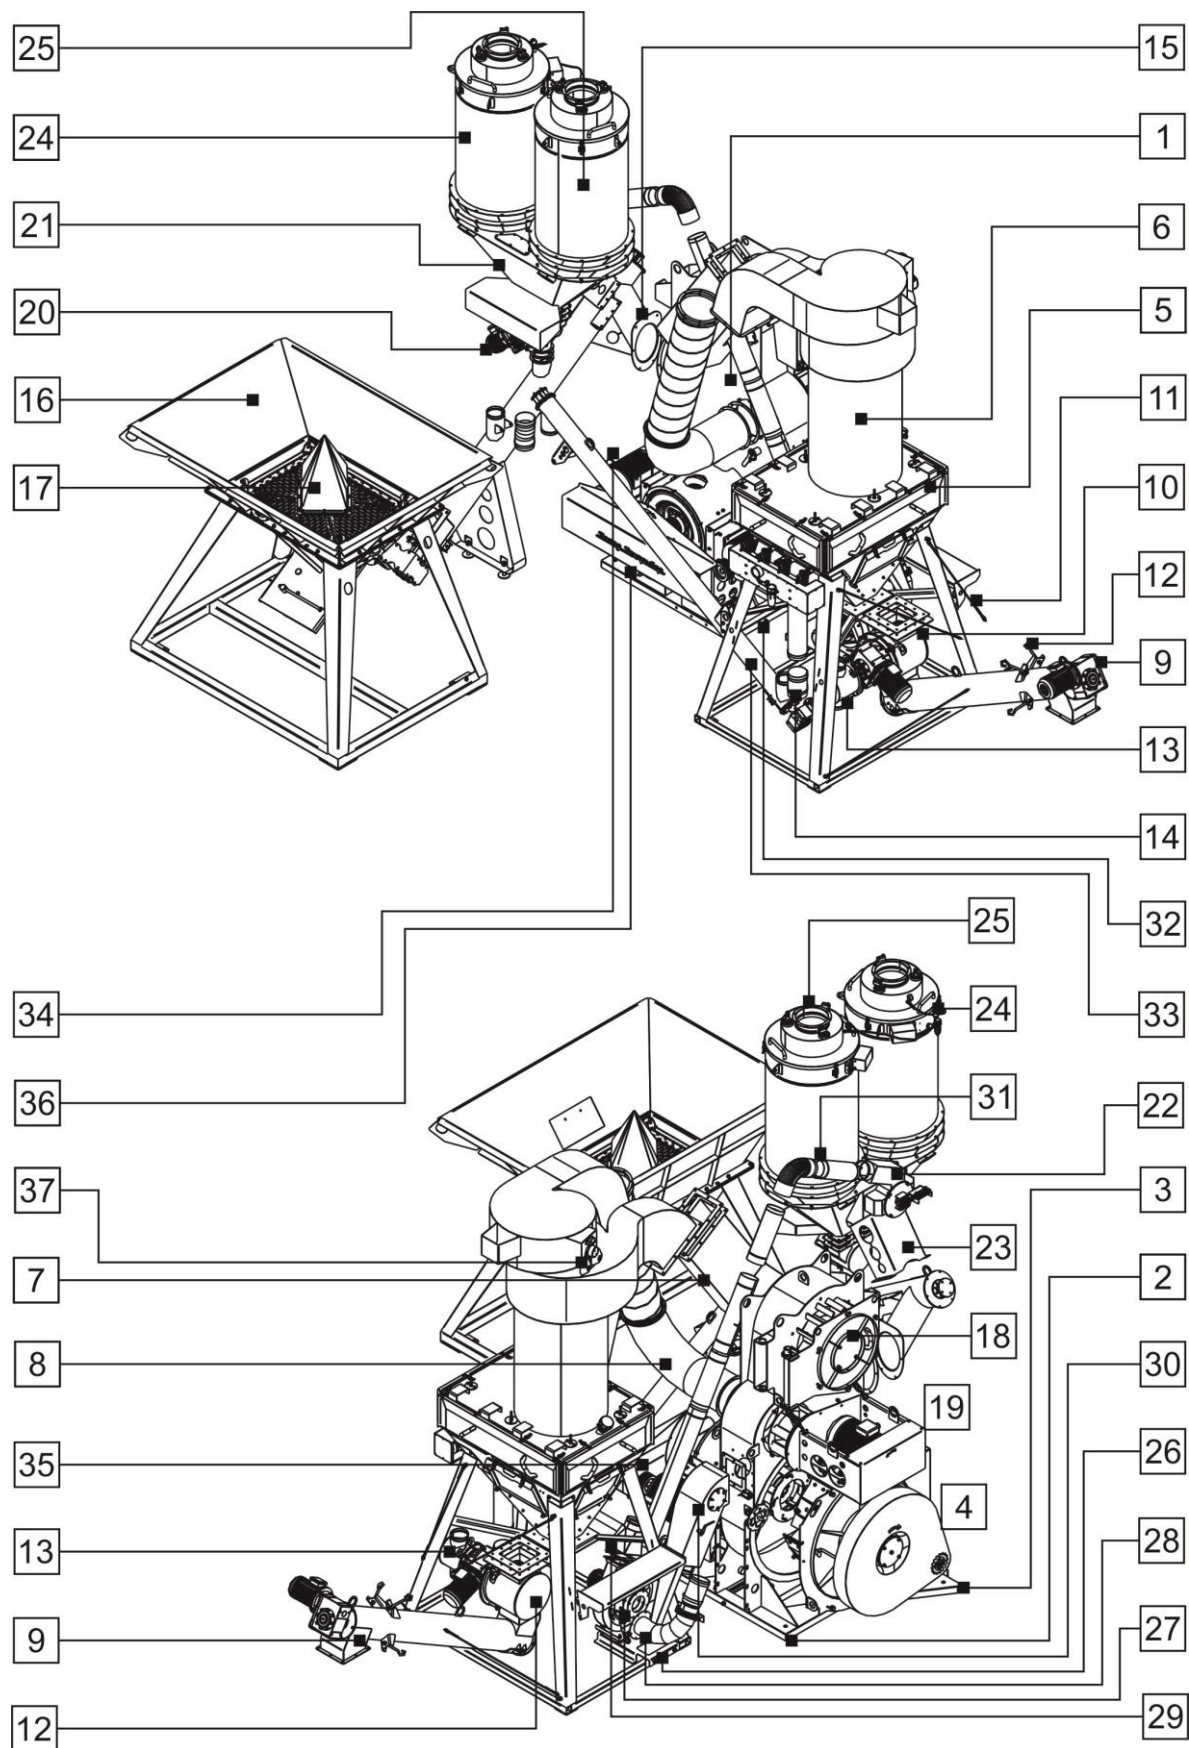
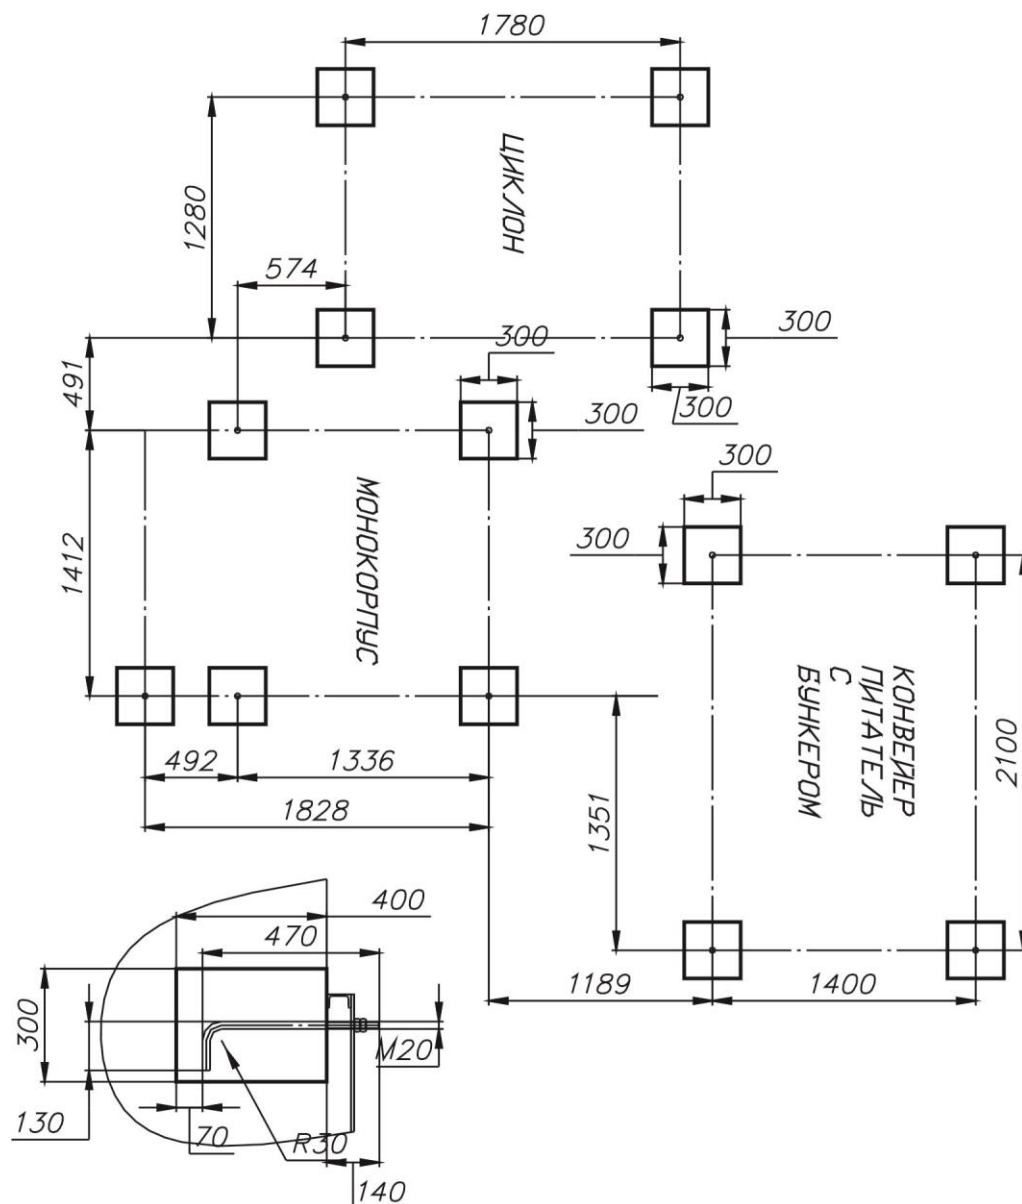

Рис. 23
Рис. 24
Сборку изделия необходимо проводить в следующей последовательности (Рис. 23):
1. Установить монокорпус (1) вертикально на заранее подготовленный фундамент. С помощью болтов присоединить к площадке-основанию (2) направляющую дорожку (3);
2. Площадку-основание (2) необходимо крепить к фундаменту анкерами или фундаментными болтами с усилием на вырывание - 2500 кгс. Межцентровые расстояния отверстий площадки-основания, предназначенные для анкерования, показаны на Рис. 24;
3. Подсоединить шину заземления к резьбовой шпильке площадки-основания (2);
4. Установить на площадку двери блока элеватора (4) колесную опору (на Рис. 23 не показана). Совместить петли двери блока элеватора (4) с отверстиями петель монокорпуса (1), установить ось, зашплинтовать ее. Проверить плавность хода двери блока элеватора (4), прилегание колесной опоры к направляющей дорожке (3). Колесная опора должна опираться на направляющую дорожку, в противном случае необходимо установить проставочные пластины между площадкой двери блока элеватора и колесной опорой;
5. Установить защитный кожух цепной передачи блока элеватора (4);
6. Закрыть дверь блока элеватора (4) и зафиксировать ее штурвалом, а затем резьбовыми прижимами. При затягивании резьбовых прижимов не следует прикладывать чрезмерные усилия, в противном случае уплотнение двери может быть повреждено;
7. Установить раму узла рассеивания (5) в сборе с узлом регенерации сита и датчиком уровня вертикально на заранее подготовленный фундамент, согласно схеме анкерования (Рис. 24);
8. Раму узла рассеивания (5) необходимо крепить к фундаменту анкерами или фундаментными болтами с усилием на вырывание - 2500 кгс. Межцентровые расстояния отверстий рамы, предназначенные для анкерования, показаны на Рис. 24;
9. Через резиновую прокладку соединить окно входа циклона (6) с фланцем транспортного воздуховода (7), а окно выхода с фланцем возвратного воздуховода (8);
11. Через резиновую прокладку присоединить винтовой конвейер (9) вместе со шлюзовым затвором БГ-20 (10) к фланцу корпуса узла рассеивания (5). Закрепить ванты (11) на крюках (12) и отрегулировать их так чтобы фланцы шлюзового затвора БГ-20 (10) и корпуса узла рассеивания были параллельны друг другу. Затянуть болты крепления;
12. Вставить вал шлюзового затвора «крупки» (13) во втулку мотор-редуктора шлюзового затвора БГ-20 (10). Сориентировать шлюзовой затвор «крупки» (13) так чтобы его патрубки были строго вертикальны. Закрепить шлюзовой затвор «крупки» (13) в данном положении, притянув болтами соединительный элемент «катушка» к корпусу мотор-редуктора шлюзового затвора БГ-20 (10).
13. Соединить верхний патрубок шлюзового затвора «крупки» (13) с патрубком вывода «крупки» корпуса узла рассеивания (5) рукавом (14). Зафиксировать рукав (14) червячными хомутами;
14. Через резиновую прокладку соединить фланец разгрузочного патрубка винтового конвейера-питателя (15) с отверстием монокорпуса (1). Отрегулировать высоту опор конвейера-питателя;
15. Установить бункер сырья (16) в сборе с просеивающей виброрешеткой (17) таким образом, чтобы резьбовые шпильки плоского затвора вошли в соответствующие отверстия фланца загрузочного патрубка конвейера-питателя. На резьбовые шпильки накрутить гайки и затянуть их. Площадки рамы бункера сырья необходимо крепить к фундаменту анкерами или фундаментными болтами с усилием на вырывание - 2500 кгс. Межцентровые расстояния отверстий площадок рамы, показаны на Рис. 24;
16. Подключить шину заземления к резьбовой шпильке заземления рамы бункера сырья (16);
17. Распашную дверь (18) центробежного классификатора установить на монокорпус (1), совместив отверстия петель. Установить ось и зашплинтовать ее. В отверстия в монокорпусе (1) вставить пластины направляющего аппарата. Закрыть распашную дверь (17), зафиксировать ее резьбовыми прижимами. При затягивании резьбовых прижимов не следует прикладывать чрезмерные усилия, в противном случае прокладка из пористой резины может быть повреждена;
18. Через резиновую прокладку установить на шпильки монокорпуса (1) вентилятор наддува (19), дополнительно закрепив его поддерживающими талрепами. Соединить корпус вентилятора (19) с монокорпусом (1) проводом массы (медной «косичкой»), чтобы они представляли собой единую электрическую цепь;
19. Через резиновую прокладку установить на патрубок винтового конвейера-питателя (15) шлюзовой затвор пыли (20) вместе с пирамидой-основанием (21) и распределителем потока (22). Зафиксировать на корпусе винтового конвейера-питателя (15) опору (23) пирамиды-основания (21). Проверить горизонтальность плоскости пирамиды-основания (21);
20. Проверить состояние резиновых уплотнений, в верхней части пирамиды-основания (21) и установить кассетные фильтры (24, 25). Затянуть болты, проверить герметичность соединения фильтров (24, 25) с пирамидой-основанием (21). При необходимости допускается использовать герметик для получения пылеплотного соединения;
21. Установить площадку (26) соединив ей площадку-основание (2) и раму узла рассеивания (5). На виброизоляторы площадки (26) поставить пылевой вентилятор (27) в сборе с поворотным воздухопроводом (28) и патрубком выхода (29) и закрепить его. Корпус пылевого вентилятора (27) соединить с площадкой (26) проводом массы (медной косичкой), чтобы они представляли собой единую электрическую цепь;
22. Через резиновую прокладку присоединить к монокорпусу (1) короб сброса избыточного воздуха (30). Эластичным рукавом соединить поворотный воздухопровод пылевого вентилятора (27) с коробом сброса избыточного воздуха (30) монокорпуса (1). Закрепить рукав червячными хомутами;
23. Наклонным воздухопроводом (31) соединить патрубок выхода (29) пылевого вентилятора (27) с распределителем потока (22). Зафиксировать соединительные элементы наклонного воздухопровода (31) червячными хомутами, проверить герметичность соединений. При необходимости допускается использование герметика для получения пылеплотного соединения;
24. Между стоек узла рассеивания (5) установить штангу (32). На штангу (32) сверху одеть крюк корпуса винтового конвейера «крупки» (33). Верхнюю стойку винтового конвейера «крупки» (33) закрепить на ушках патрубка винтового конвейера-питателя (15). Эластичными рукавами соединить выход винтового конвейера «крупки» с патрубками конвейера-питателя (15) и шлюзового затвора «крупки» (13);
25. На двигательные площадки установить электродвигатели (34), (35) в сборе с ведущими шкивами. Проверить параллельность канавок ведущих шкивов относительно ведомого шкива амортизационного блока. Для проверки следует использовать линейку или натянутую струну. В случае обнаружения: плоскопараллельного, горизонтального или вертикального перекосов их следует устранить путем регулирования положения ведущих шкивов на валах электродвигателей (34), (35) и (или) положения самих электродвигателей относительно двигательных площадок. После проверки шкивов, надеть на них клиновые ремни и закрыть передачу защитным кожухом (36);